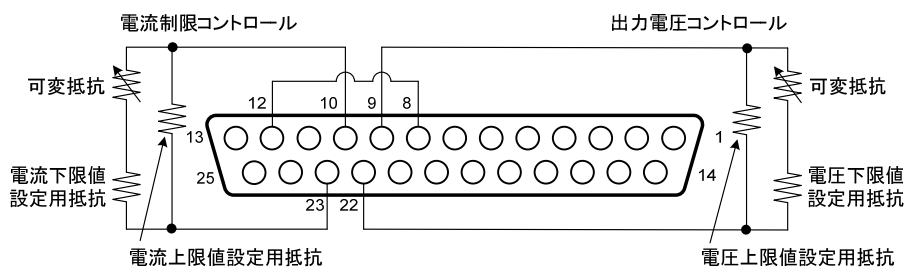
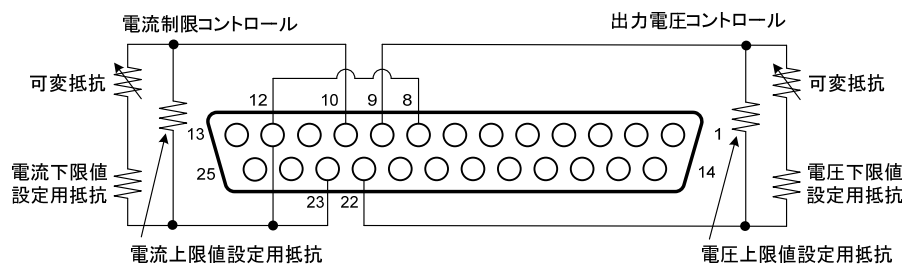

図 5-2 750W / 1500W リモートコントロール抵抗 (J1 コネクタはリアパネルから見た図)
図 5-3 2400W / 3300W / 5000W リモートコントロール抵抗 (J1 コネクタはリアパネルから見た図)
- ◆ 図 5-2 または図 5-3 および「3-4-1. J1 コネクタの機能およびピン配列」の図 3-8、表 3-2 を参照してください。
- (6) 図 5-2 または図 5-3 に示すようにコントロール抵抗を J1 のプラグ側に接続してください。